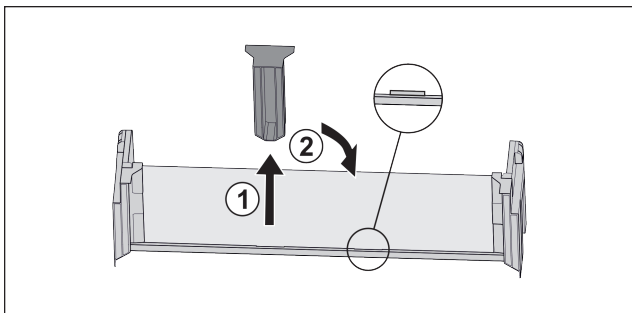

Fig. 20
- ▶ Desprindeți piesa de susținere intermediară Fig. 20 (1).
- ▶ Introduceți piesa de susținere intermediară la a doua poziție Fig. 20 (2).